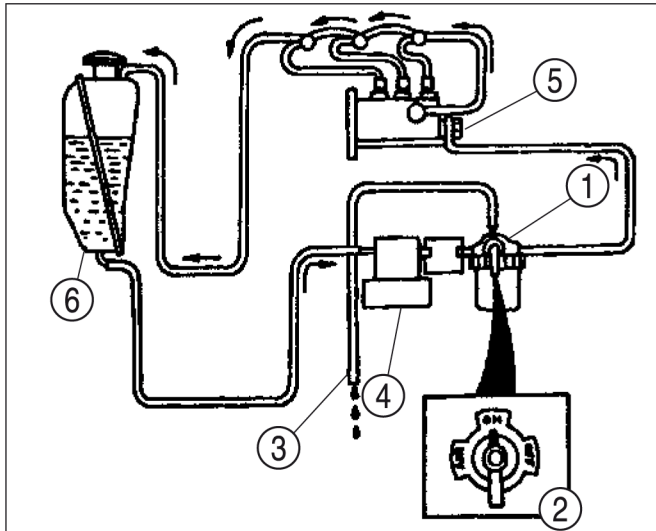

FIG. 73
**Abb. 73:** Achten Sie darauf, dass der Kraftstofftank voll ist, um die Fallbetankung des Kraftstoffs in den Filter zu ermöglichen. Drehen Sie das Ventil (2) auf dem Kraftstofffilter in die "AIR"-Position (Griff nach vorne).